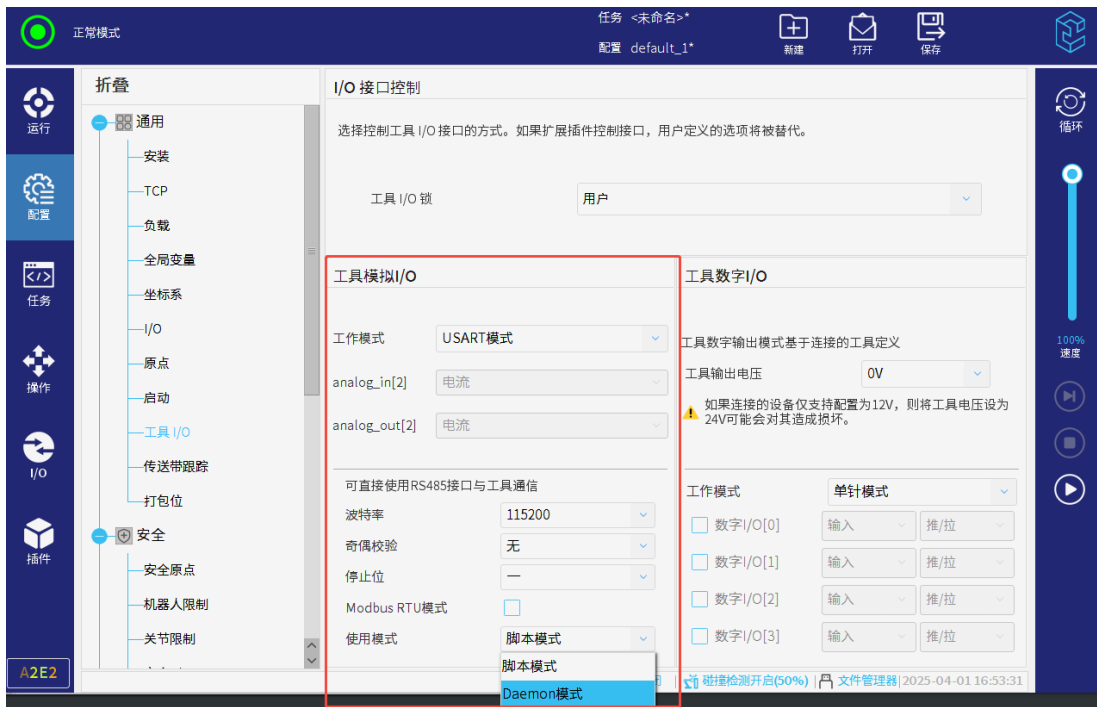

图 3-56: 工具模拟 I/O
1. 选择“配置 > 通用 > 工具 I/O”，进入“工具模拟 I/O”界面，如图 3-56所示。